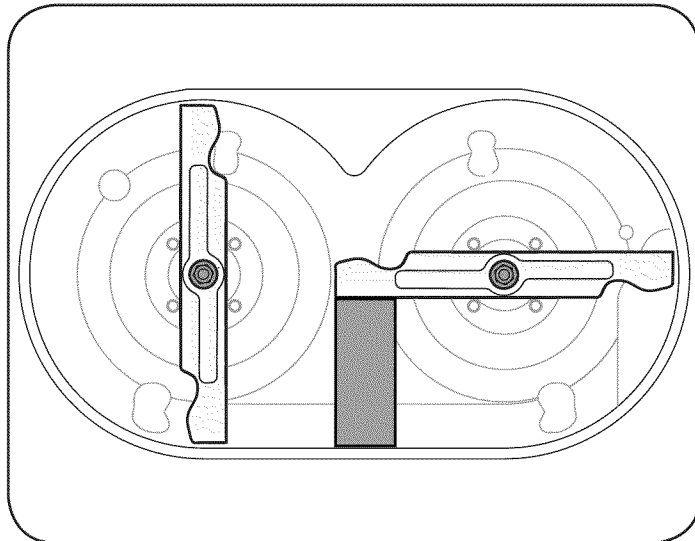

Figura 30
2. Coloque un taco de madera entre el deflector del alojamiento central de la plataforma y la cuchilla de corte, para que actúe como estabilizador. Vea la Figura 30.